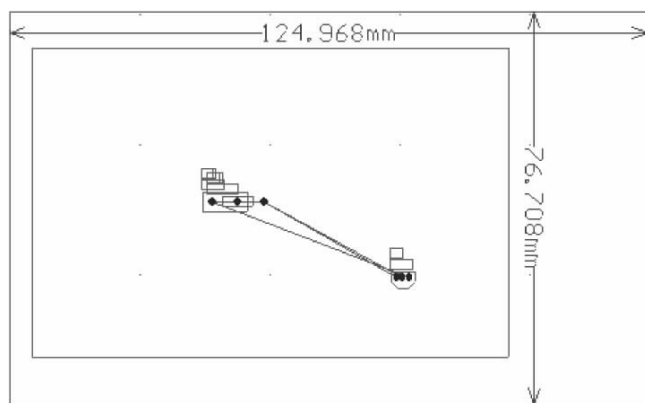

图 1.12 加载全部封装的 PCB 板
(6)在印刷板编辑器中执行菜单命令“网络表\加载”,加载第(3)步生成的网络表 A. net,通过网络表加载零件封装到印刷板文件(PCB)中,对不能自动加载的封装可手工加入,加载全部封装的 PCB 板如图 1.12 所示。